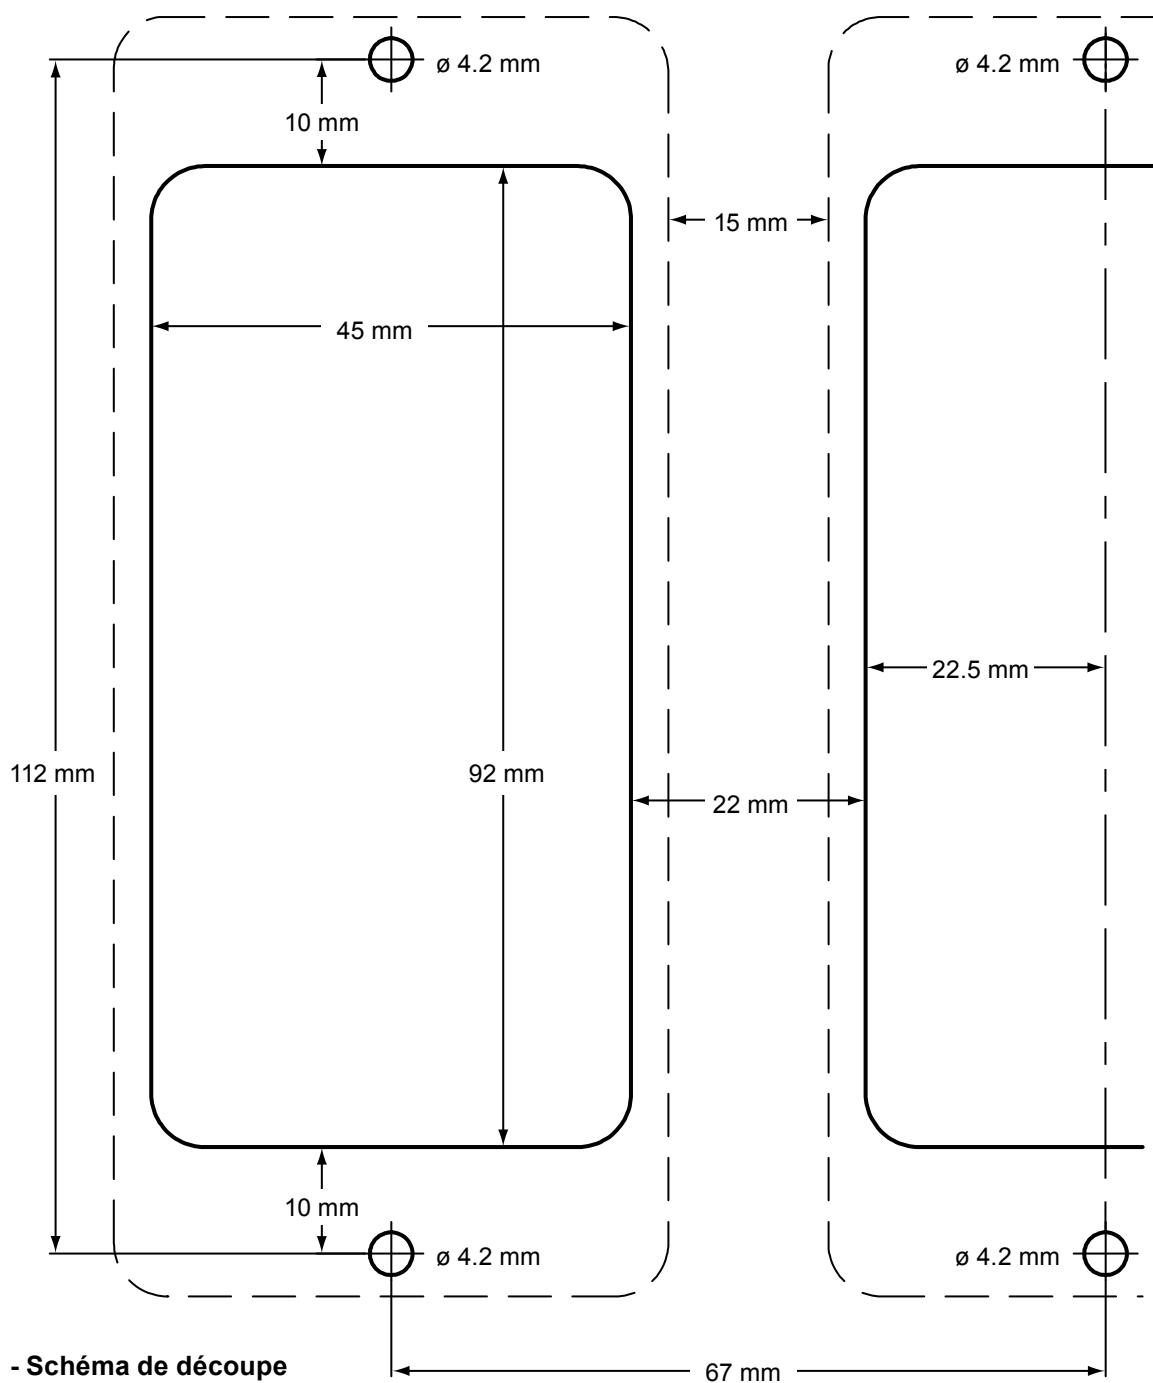

Fig. 11 - Schéma de découpe
- Percer des trous dans la plaque du châssis comme montré sur la Fig. 11.
- Découper le panneau aux dimensions données sur la Fig. 11. Percer les trous de vis dans le panneau comme indiqué sur la Fig. 11.